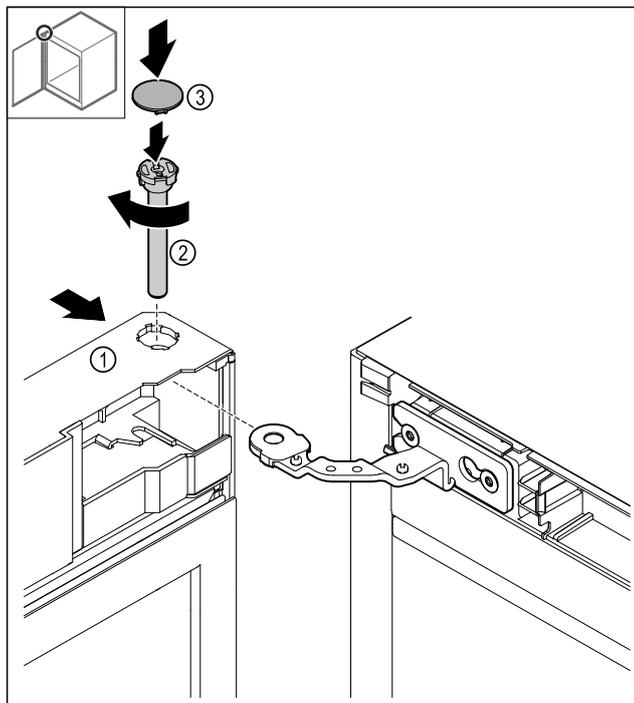

Fig. 50
- ▶ Du haut, pousser la porte Fig. 50 (1) sur la charnière.
- ▶ Insérer et serrer le boulon Fig. 50 (2) dans le sens des aiguilles d'une montre.
- ▶ Poser le cache Fig. 50 (4).